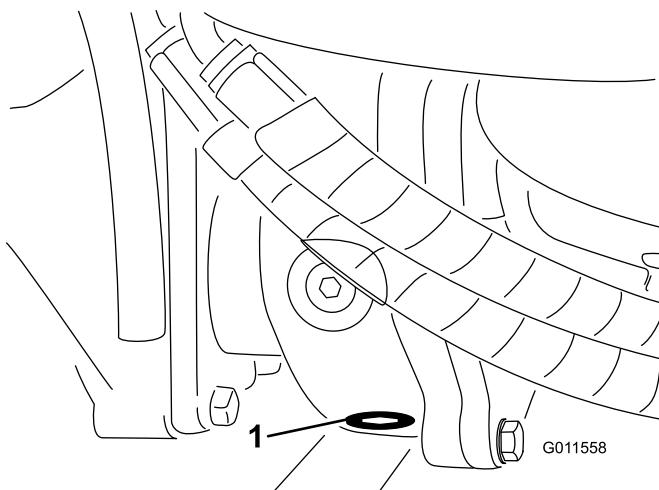

Bild 75
5. Reinigen Sie den Bereich um die Ablassschraube an der Unterseite des Getriebes (Bild 75).